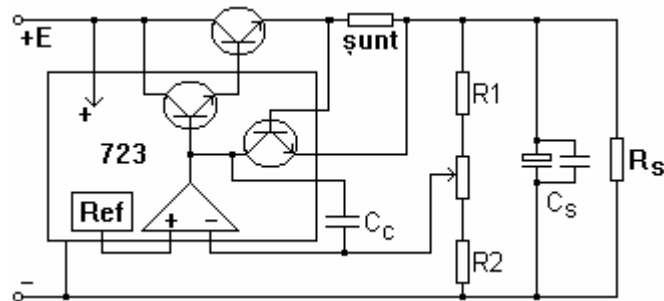

Figura 5.7: Stabilizator cu tranzistor serie compus
- Tranzistor serie compus (figura 5.7)